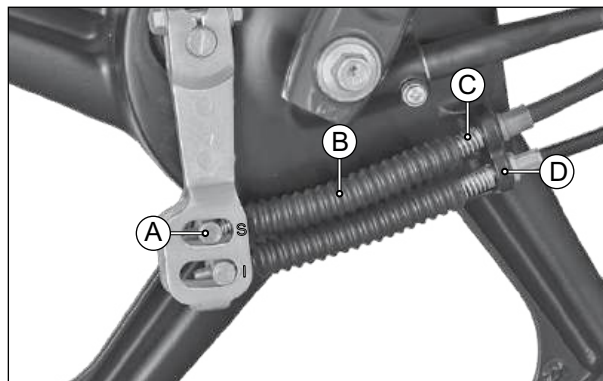

Fig. 6.101
- Remova o pino de ancoragem (A), a proteção de borracha (B) e a mola (C) do cabo CBS. (Fig. 6.101)
- Remova o cabo CBS do conjunto do espelho do freio (D). (Fig. 6.101)